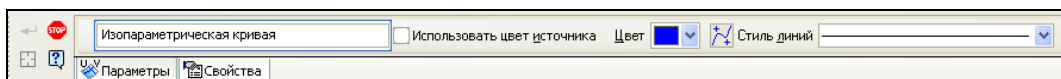

Рис. 7.14. Панель свойств команды **Изопараметрическая кривая** на вкладке **Свойства**
- ◆ на Панели свойств откройте вкладку **Свойства** (рис. 7.14). Элементы управления вкладки позволяют изменить название, цвет, а также настроить параметры ее отображения: стиль отображения вершин и стиль линии. Для изменения цвета и стиля